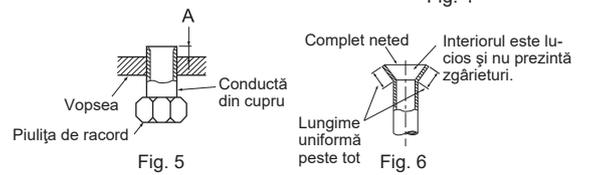

Fig. 5
- Introduceți furtunul de scurgere complet până la baza tăvii de scurgere (conexiune de capăt). (Fig. 5)